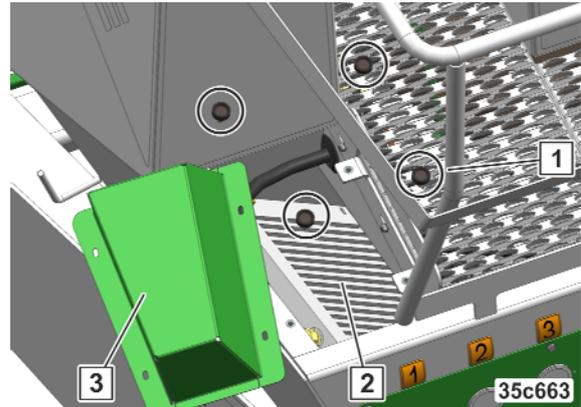

Fig. 275
2. Das Gebläseansaugschutzgitter (Fig. 275/3) reinigen.
3. Alle Rändelmuttern (Fig. 275/1) lösen und entfernen.
5. Den Wärmetauscher (Fig. 275/2) reinigen.